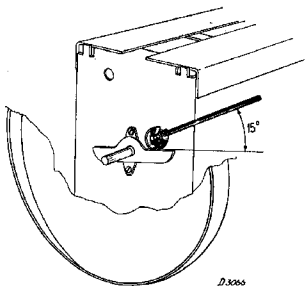

Fig. 5
- 15° mal aanbengen (zie fig. 5) en con-